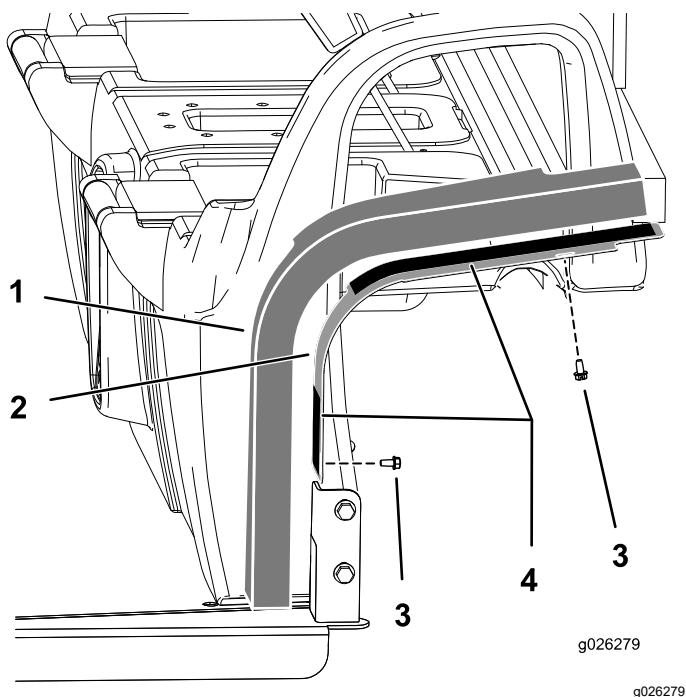

Figure 7
1. Fixez les plaques de montage sur la cabine à l'aide de 4 boulons ($\frac{1}{4}$ po), comme montré à la Figure 7.
3. Retirez la pellicule protectrice du ruban adhésif double face sous les plaques de montage (Figure 7).
4. Montez les panneaux en mousse sur l'ensemble (Figure 7).